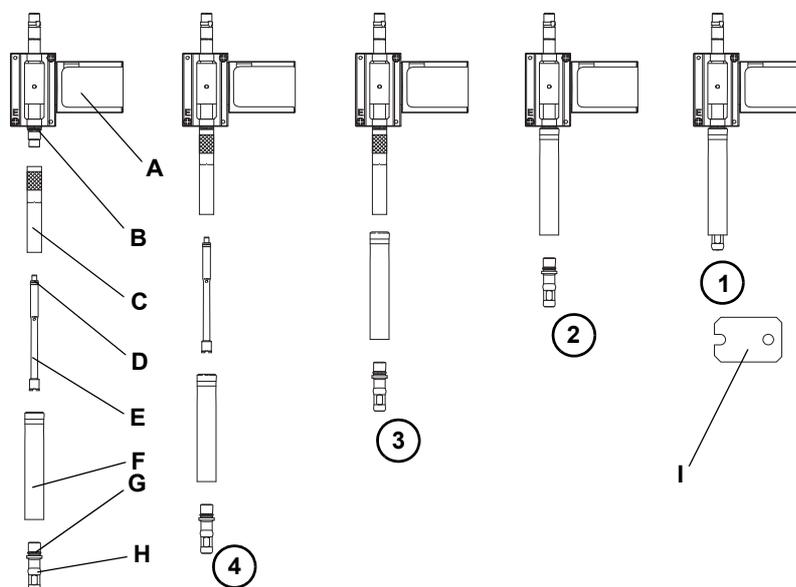

图 7-11 Air LiHa 一次性吸头拾取装置拆卸/安装
- 2 一只手握住吸头弹射管和适配器，另一只手用一次性吸头锥体扳手拧松锥体（图 7-11, 7-35 中步骤 (1) 和 (2)）。
- 4 取下吸头弹射管（图 7-11, 7-35 中步骤 (3)）。
- 5 拧开并取下吸头适配器筒和空气管（图 7-11, 7-35 中步骤 (4)）。